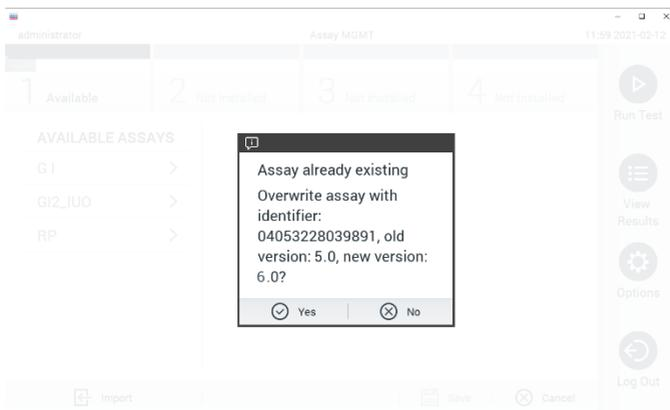

Figura 56. Finestra di dialogo che appare quando si aggiorna la versione ADF.
6. Potrebbe apparire una finestra di dialogo per sovrascrivere la versione corrente con una nuova. Premere Yes (Sì) per sovrascrivere (Figura 56).